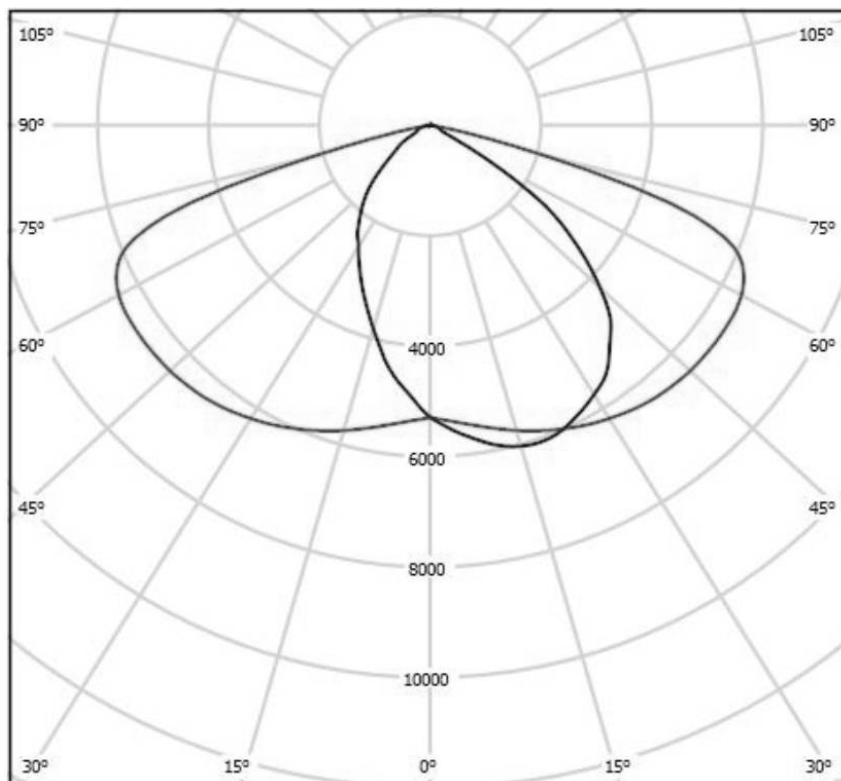

Рисунок 1 - Кривая силы света светильника ДКУ62.
- в главной продольной и поперечной плоскостях - Л (см. рисунок 1).